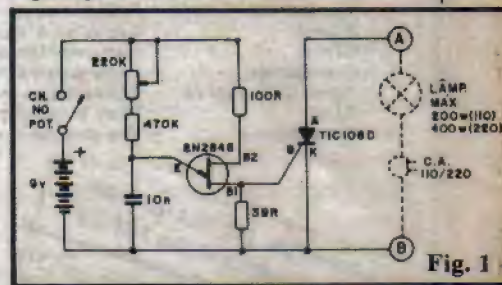
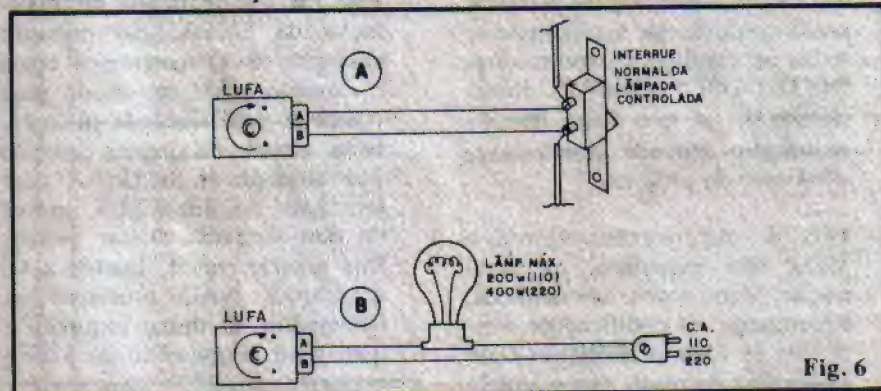

Fig. 1
Fig. 6
— FIG. 1 — O "esqueminha" da LUFA mostra toda a simplicidade do arranjo circuitual, que se vale de dois componentes de grande versatilidade: o transistor unijunção (TUI) 2N2646 e o SCR (Retificador Controlado de Silício) TIC106D. O TUI, com o auxílio dos resistores e capacitor, oscila numa frequência relativamente alta, cujo valor momentâneo pode ser ajustado através do potenciômetro de 220K, ao longo de faixa ampla. No terminal B1 (base 1) do 2N2646, essa oscilação proporciona a presença de uma série de pulsos positivos, rápidos e intensos, que são, por sua vez, usados no comando do terminal de gate (G) do SCR, determinando assim a "autorização" cíclica para que o transistor energize ou não a carga (lâmpada) ao longo da alternância normal da Corrente Alternada domiciliar... Uma parte do circuito funciona alimentada por baixa tensão (9VCC) fornecida
- **FIG. 6** - Diagramas de instalação da LUFA. No primeiro exemplo (6-A) mostramos como o circuito pode ser usado para controlar uma lâmpada já instalada, através da simples conexão dos terminais da Saída (A-B) aos terminais do interruptor normal da dita lâmpada. Notar que os fios anteriormente ligados a tal interruptor **NÃO** precisam ser desligados. O único requisito é que, para o comando da LUFA
tornar-se efetivo, o interruptor deve ser mantido na sua posição "desligado". Além disso, a potência da lâmpada controlada deverá estar dentro dos limites previamente indicados (ver texto referente à FIG. 1). Se o Leitor preferir instalar a LUFA no controle de uma lâmpada "exclusiva", deverá fazê-lo conforme mostra a fig. 6-B. Observar ainda que, dentro dos limites de wattagem propostos, mais de uma lâmpada pode ser acionada, desde que sejam elas ligadas em paralelo e que a soma das suas potências seja inferior ou igual aos limites. Assim, em 110V, duas lâmpadas de 100W cada podem ser comandadas, ou, em 220V dez lâmpadas de 40W cada podem ser acopladas à LUFA (apenas exemplos, entre dezenas de outras possibilidades...). NÃO ESQUECER dos cuidados elementares com a segurança e a isolamento, na instalação da LUFA, já que estará lidando com tensões e potências relativamente elevadas, onde qualquer descuido poderá gerar "curtos" ou "choques" danosos